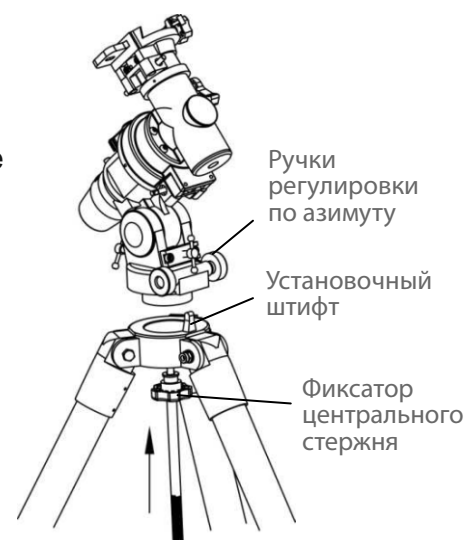

Рис. 2
1.2 Установка монтировки (рис. 2)